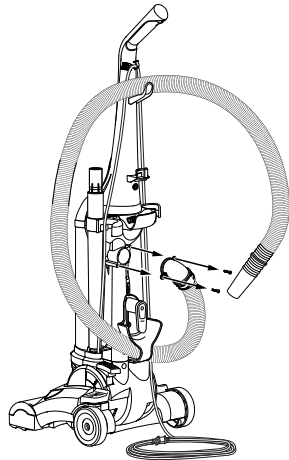

FIG. 18
**Step 2:** Remove electrical cord from cord hooks. Disconnect the clear tube by unscrewing the 2 screws, then lift away from cleaner. Check for any obstructions that may be in the tube or hose. Any obstructions can be removed by using a blunt instrument to clear the tube or hose. Flexing the hose may help loosen the blockage. After clearing blockage, reverse above steps to reassemble unit (FIG. 18).
**Paso 2:** Retire el cordón eléctrico de los ganchos. Desconecte el tubo transparente destornillando los dos tornillos y retírelo de la aspiradora. Verifique que no haya ninguna obstrucción en el tubo o la manguera. Puede remover cualquier obstrucción usando un instrumento sin filo para destapar el tubo o la manguera. Si dobla la manguera ayudará a liberar la obstrucción. Después de remover el bloqueo, invierta los pasos anteriores para volver a ensamblar la unidad (FIG. 18).